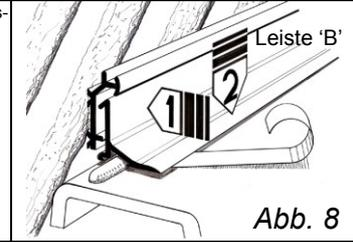

Abb. 8
- Ziehen Sie wie in **Abb. 8** 5 cm des blauen Schutzstreifens von jedem Ende der Leiste 'B' ab und falten diese zurück, so dass sie an der Vorderseite der Leiste herausragen. Fangen Sie bei einer Ecke an und arbeiten Sie sich zur anderen Ecke durch, indem Sie die Leiste 'B' zuerst nach hinten gegen die Leiste 'A' justieren und drücken, dann nach unten auf den Wannensrand drücken. Danach ziehen Sie vorsichtig den blauen Schutzfilm unter der Leiste 'B' in Abständen von 20 cm heraus und drücken dabei die Vorderseite der Leiste 'B' fest auf den Wannensrand um sie zu fixieren. **Anmerkung!** Der blau-verfilmte Klebstoff dient dazu, die zusammengefügte Abdichtung an der Stelle zu halten, während der Dichtungsklebstoff aushärtet.
11. Ziehen Sie wie in **Abb. 8** 5 cm des blauen Schutzstreifens von jedem Ende der Leiste 'B' ab und falten diese zurück, so dass sie an der Vorderseite der Leiste herausragen. Fangen Sie bei einer Ecke an und arbeiten Sie sich zur anderen Ecke durch, indem Sie die Leiste 'B' zuerst nach hinten gegen die Leiste 'A' justieren und drücken, dann nach unten auf den Wannensrand drücken. Danach ziehen Sie vorsichtig den blauen Schutzfilm unter der Leiste 'B' in Abständen von 20 cm heraus und drücken dabei die Vorderseite der Leiste 'B' fest auf den Wannensrand um sie zu fixieren. **Anmerkung!** Der blau-verfilmte Klebstoff dient dazu, die zusammengefügte Abdichtung an der Stelle zu halten, während der Dichtungsklebstoff aushärtet.